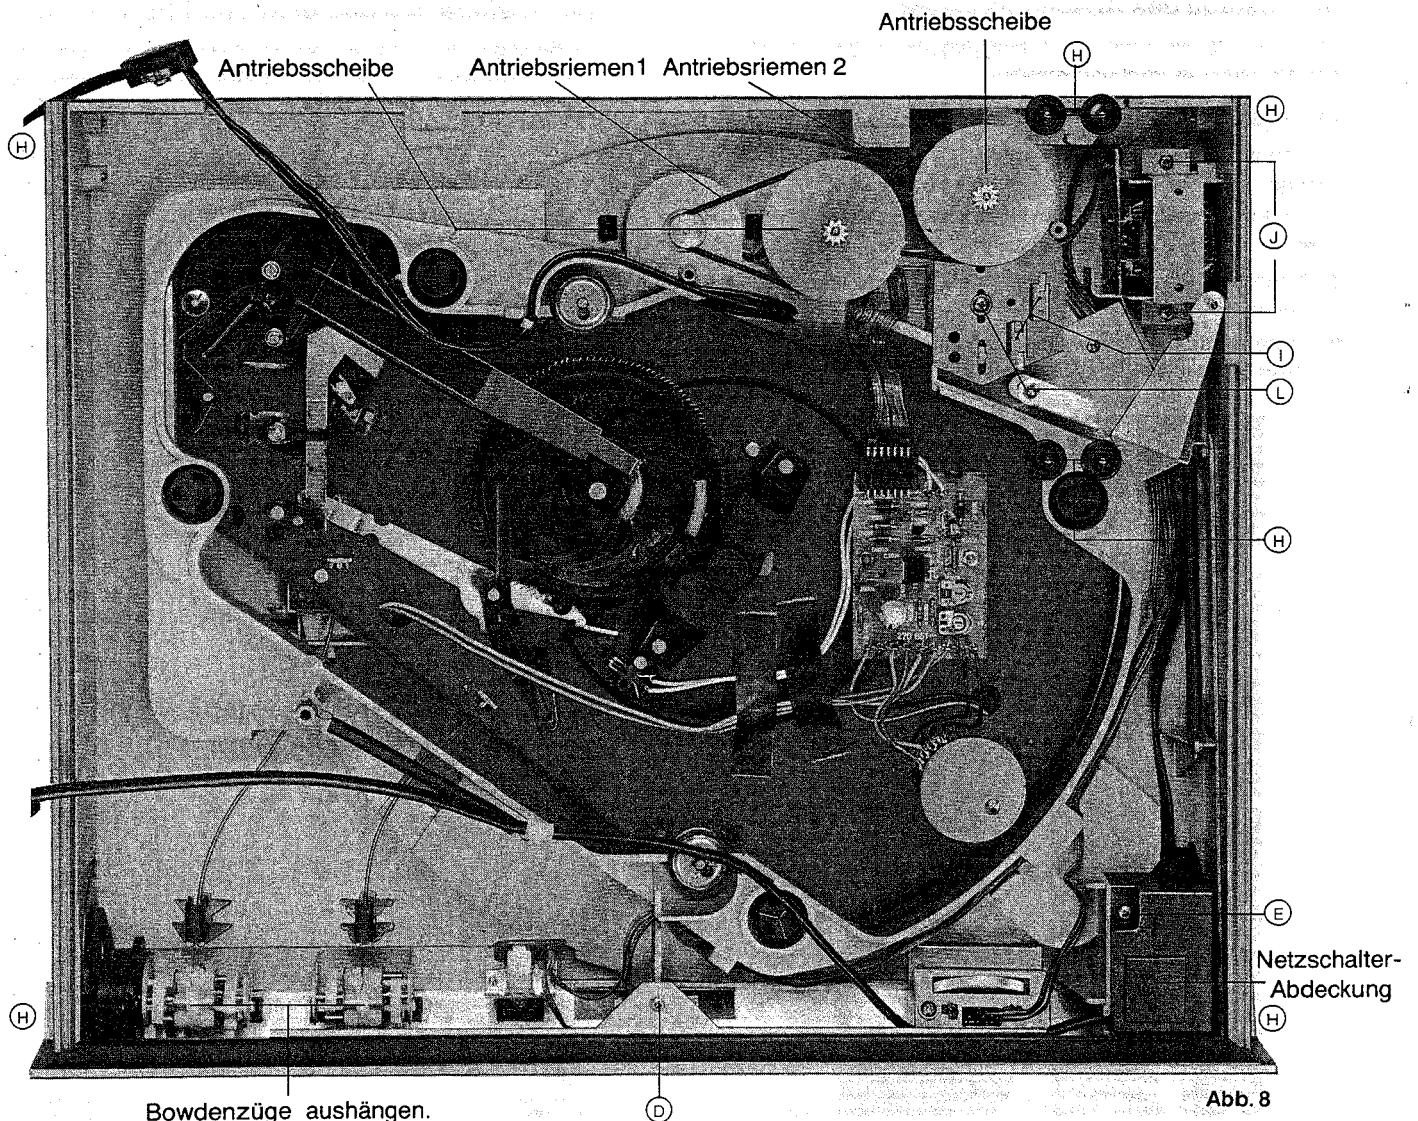

Abb. 8
16. Auswechseln des Schubladenmotors (Abb. 8 und 9)
17. Auswechseln der Bedienungstasten und des Pitch-Reglers (Abb. 8)
Die Rollen (H) im Rahmen und am Schlitten sind nur lose aufgesteckt. (Abb. 8)
19. Auswechseln des Endschalters (Abb. 8)
2. Schraube (I) herausdrehen (Stellung im Langloch vorher markieren, sonst neue Justage erforderlich, siehe Pkt. 25) und Platte herausheben.
3. Endschalter (J) auslöten.
20. Auswechseln der Antriebsriemen und der Antriebsscheiben (Abb. 8)
21. Auswechseln des Netztrafos (Abb. 8)
- Schrauben (G), (K) und (P) lockern, Zahnstange bei (P) um den erforderlichen Betrag seitlich verschieben, (P) festziehen.
- Schraube (Q) lockern und Zahnstange bei (Q) verschieben, (Q) festziehen. Schrauben (G) und (K) ebenfalls festziehen.
24. Einbau des Schlittens (Abb. 8 und 10)